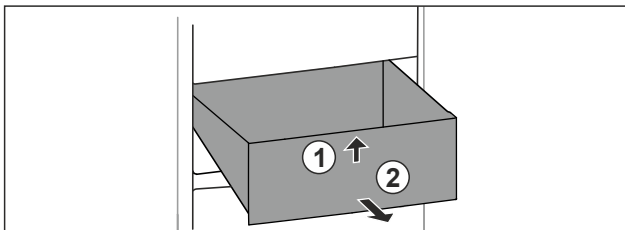

Fig. 72
- ▶ Підняти висувний ящик спереду. Fig. 72 (1)
- ▶ Вийняти висувний ящик рухом вперед. Fig. 72 (2)